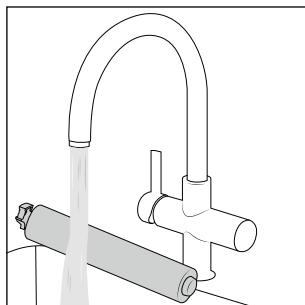

Fig. 35
- ♦ Rengør sprøjtebeskyttelsen **7** og børsterullen **6** under rindende, varmt vand (se fig. 35).